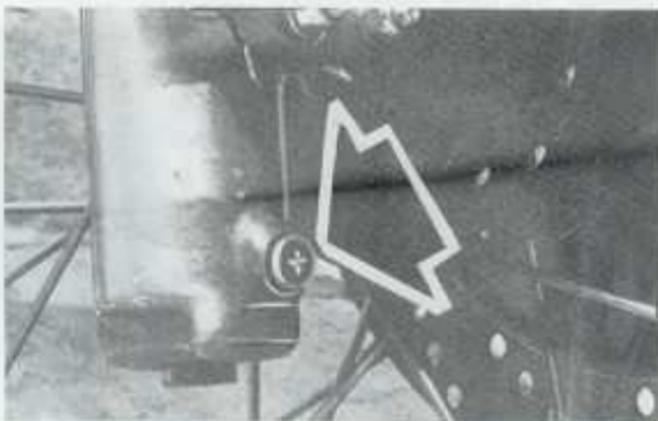

Fig. 28
- Scaricare l'olio togliendo il tappo a vite inferiore (Fig. 28) situato in prossimità del perno ruota;